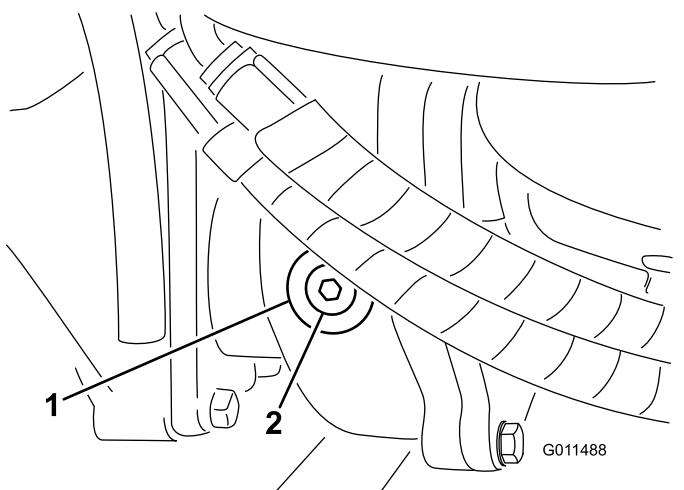

Bild 85
2. Entfernen Sie die Prüf-/Füllschraube an der linken Getriebeseite und stellen sicher, dass das Öl die Unterseite des Lochs erreicht (Bild 85).